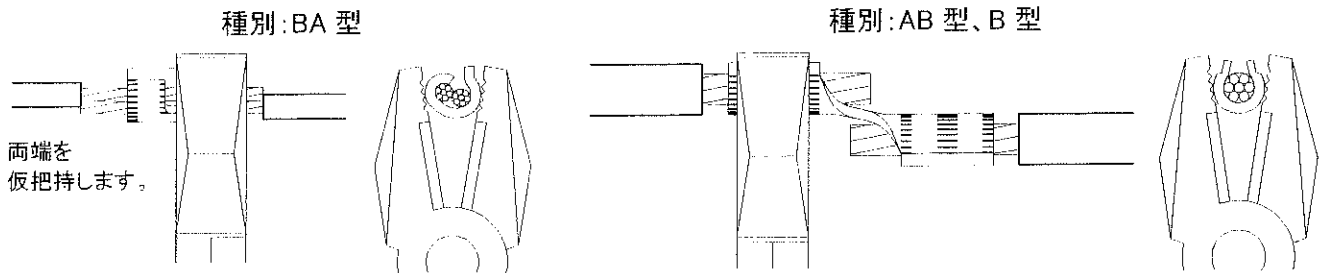

図2 引込スリーブの仮把持方法
- ①電線に適したスリーブを使用してください。被覆はぎ取り長さは工事基準に準拠してください。
- ②電線は銅線ブラシで十分磨いてください。
- ③圧縮ペンチで圧縮を行なう前に、ペンチで圧縮部を軽く押し仮把持します。(図2)